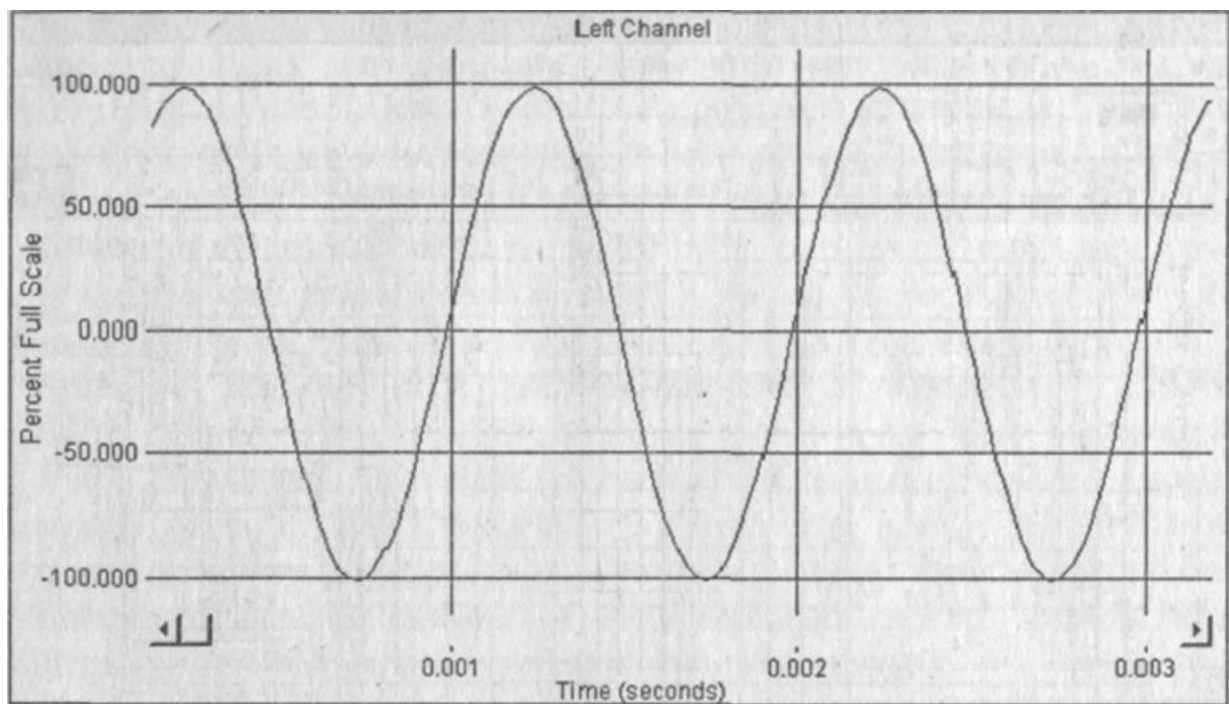

Рис. 1.2. Time Series (осциллограф)
- Time Series (зависимость уровня сигнала от времени, осциллограф) (рис. 1.2);